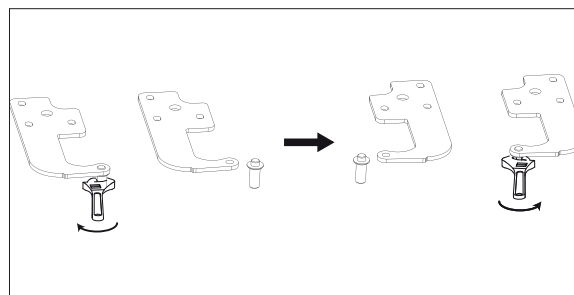

Fig. 12
- ▶ Retire la espiga de la bisagra superior (fig. 12) con una llave para tuercas del 6 y vuelva a enroscarla en el lado opuesto.